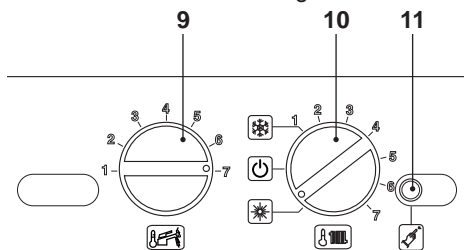

Figura 7.2
- Posizionare le manopole del pannello comandi come indicato in Figura 7.2.
- Per entrare nella modalità Spazzacamino bisogna entrare in programmazione premendo per 10 secondi il pulsante di ripristino 11 in Figura 7.2 fino alla comparsa del parametro **P01** sul display LCD; sul display LCD compare la seguente visualizzazione (la sequenza **P01** si alterna -- --).
- Premere il pulsante di ripristino 11 in Figura 7.2 per lo scorrimento dei vari parametri sino al raggiungimento del parametro **P09** valido per il settaggio modalità Spazzacamino; sul display LCD compare la seguente visualizzazione (la sequenza **P09** si alterna a **00**).